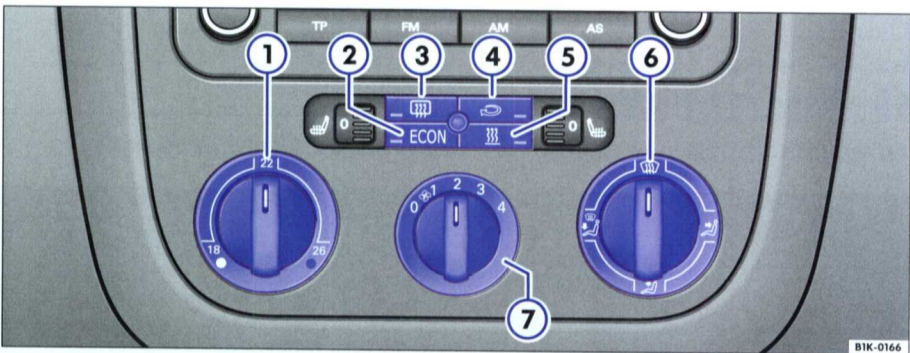

Fig. 85 Dans la console centrale : éléments de commande du Climatic
– Les régulateurs ⇒ fig. 85 ① et ⑥ et la commande ⑦ vous permettent de régler la température, la répartition de l'air et la vitesse de la soufflante.
– Appuyez sur les touches ② à ⑤ pour activer ou désactiver la fonction correspondante. Le témoin intégré à la touche correspondante s'allume lorsque la fonction est activée.
- ① Régulateur de température ⇒ page 90
- ② Touche **ECON** – activation du mode économique. Lorsque le témoin intégré à la touche est allumé, le système de réfrigération est ▶